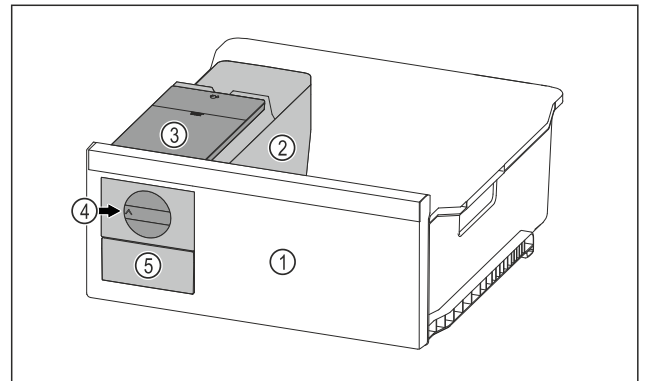

Fig. 123 Representación a modo de ejemplo
- ▶ Girar el botón giratorio Fig. 123 (4) en el sentido de las agujas del reloj hasta el tope.
- ▷ Los cubitos de hielo caen de la cubitera al compartimento de cubitos de hielo Fig. 123 (5).